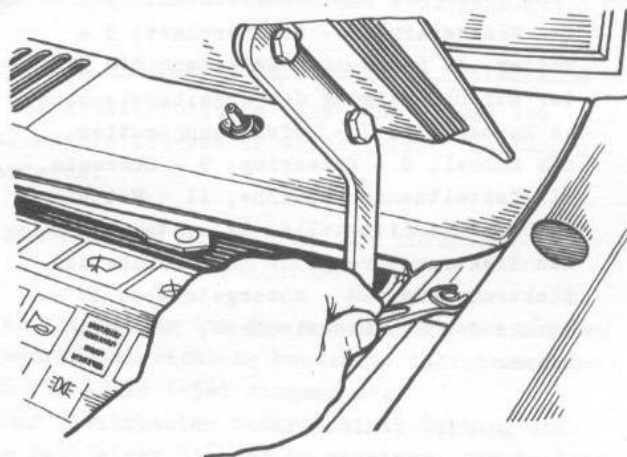

Bild 7-49. Absetzen des unteren Bugaußenbleches
- unteres Bugaußenblech absetzen (Bild 7-49);